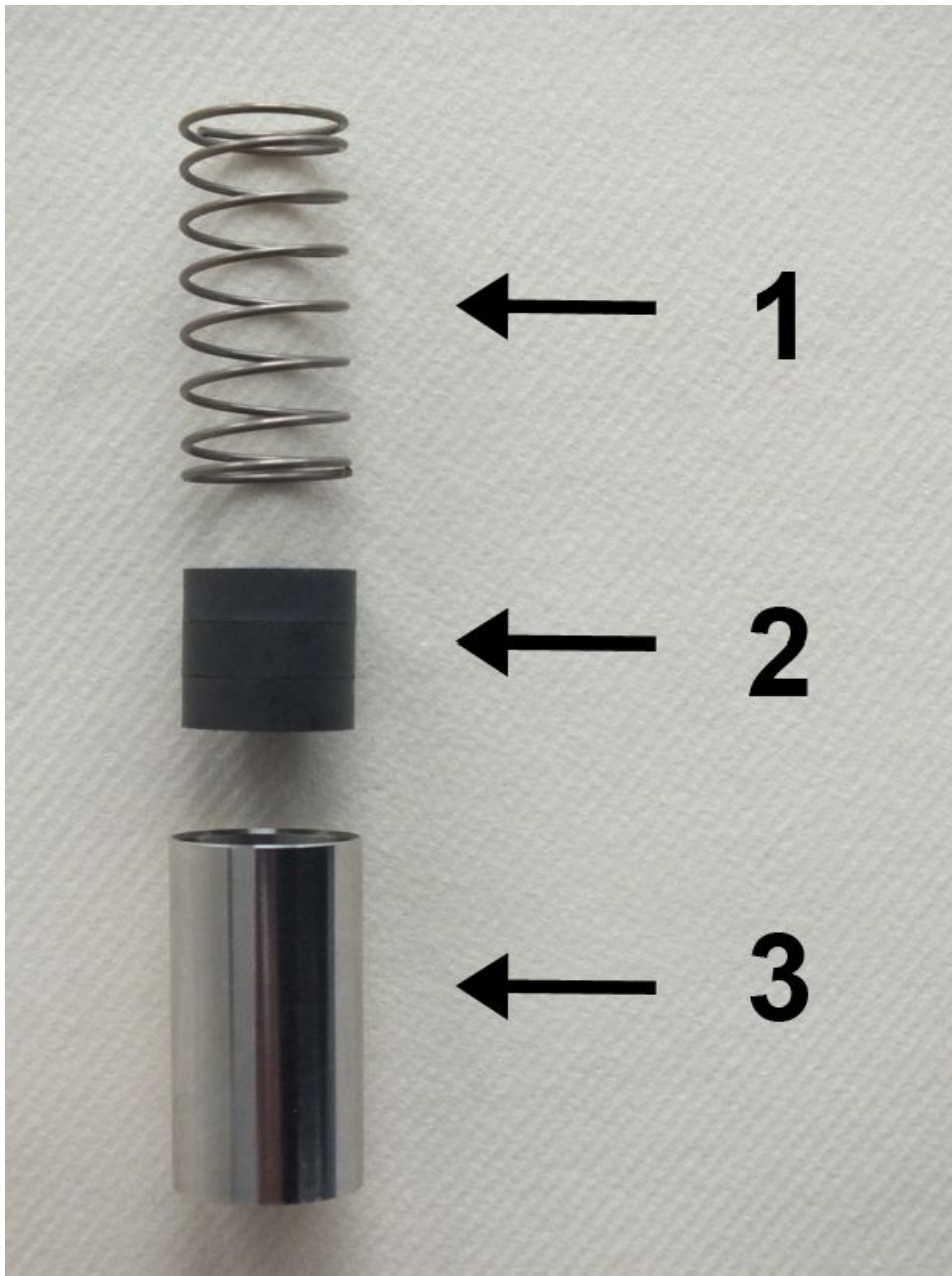

Abb. 41: Feder, Magnete und Schwebekörper
7. ➤ Feder (Abb. 41/1), Magnete (Abb. 41/2) und Schwebekörper (Abb. 41/3) als Innenteile des Strömungswächters